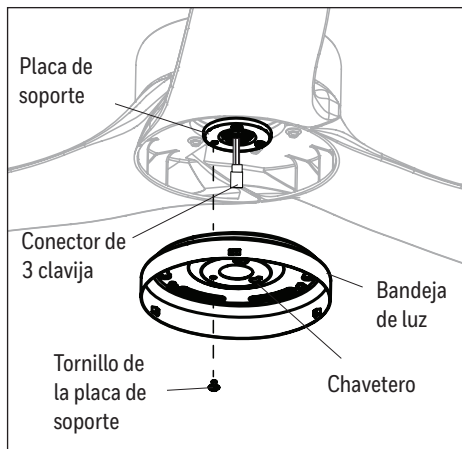

Figure 5.4
4. Retire uno de los tres tornillos de la placa de soporte preensamblados a la placa y afloje los otros dos sin retirarlos. Pase el conector de 3 clavijas a través del orificio central en la bandeja de luz. Alinee los chaveteros de la bandeja de luz con los tornillos sueltos de la placa de soporte. Gire el bandeja de luz en dirección de las manecillas del reloj y vuelva a colocar el tornillo de la placa de soporte que se retiró anteriormente. Apriete todos los tornillos (Figure 5.4).